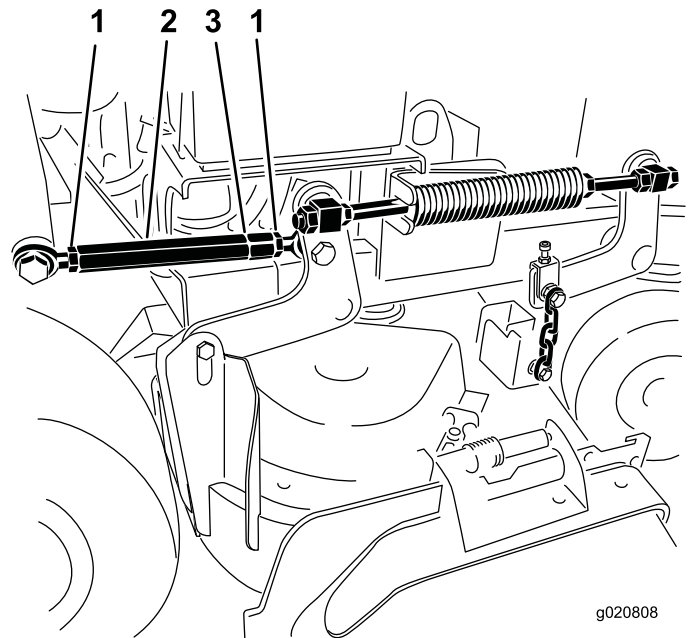

Figura 87
5. Desaperte as porcas de bloqueio que estão em ambas as extremidades do tensor (**Figura 87**).
Nota: A extremidade do tensor com a ranhura maquinada tem rosca esquerda (**Figura 87**).